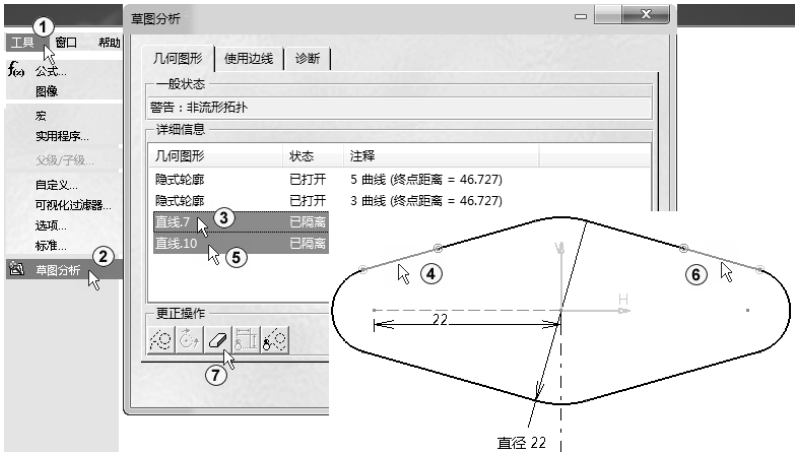

图 2-30 草图分析
选择菜单“工具”→“草图分析”命令（只有在草图工作台状态下，才能使用该命令），如图 2-30 中①②所示。系统弹出“草图分析”对话框，其中的“几何图形”选项卡可以查看草图轮廓的几何状态。选择已隔离的“直线.7”（如图 2-30 中③所示），图形中对应的斜线高亮显示（如图 2-30 中④所示）。按住 <Ctrl> 键选择“直线.10”，图形中对应的斜线高亮显示（如图 2-30 中⑤⑥所示）。单击“删除几何图形”按钮，如图 2-30 中⑦所示。最后单击“关闭”按钮。